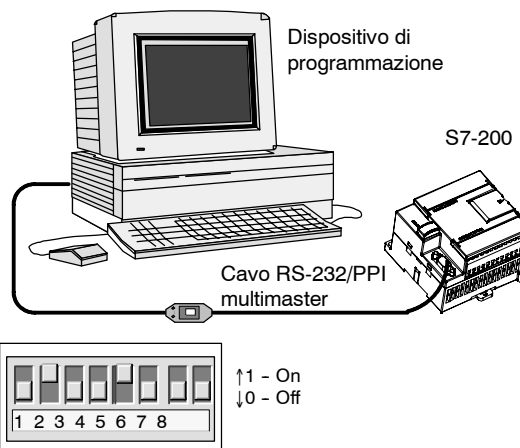

Figura 2-2 Collegamento del cavo RS-232/PPI multimaster
La figura 2-2 rappresenta un PLC S7-200 collegato ad un dispositivo di programmazione per mezzo di un cavo RS-232/PPI multimaster. Per collegare il cavo procedere come indicato di seguito.
3. Verificare che i DIP switch del cavo siano impostati come indicato nella figura 2-2.